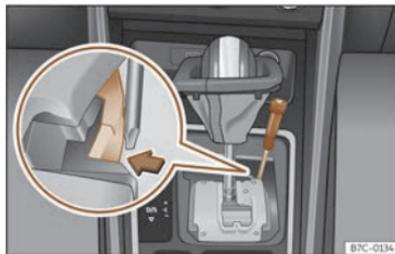

Fig. 94 Leva selettrice: sblocco di emergenza dalla posizione di parcheggio.
- Con l'aiuto della parte piatta di un cacciavite, premere lateralmente la linguetta gialla e tenerla premuta >>> **fig. 94**.